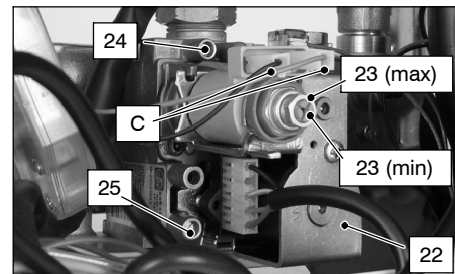

fig. 7.3
11 Collegare il filo di alimentazione "C" dell'operatore modulante fig. 7.3
13 Chiudere la presa di pressione 24 in fig. 7.3
- 4 Aprire la presa di pressione 24 in fig. 7.3 e collegare un manometro.
Dopo ogni misurazione delle pressioni gas, **richiudere bene** le prese di pressione utilizzate (25 e 24 in fig. 7.3). Dopo ogni operazione di regolazione gas **gli organi di regolazione della valvola devono essere sigillati**.
- 2 A caldaia spenta (fuori servizio), controllare la pressione di alimentazione utilizzando la presa 25 in fig. 7.3 e confrontare il valore letto con quelli riportati nella tabella **Pressioni di alimentazione gas** a pag. 10
Per tarare la pressione al bruciatore agire sul dado esagonale grande in ottone dell'operatore modulante 23 *max* in fig. 7.3 (ruotando in senso orario la pressione aumenta).
- 9 Sconnettere il filo di alimentazione "C" dell'operatore modulante 23. Fare attenzione che non vada a toccare le parti metalliche della caldaia fig. 7.3
Per tarare la pressione al bruciatore agire sulla vite in plastica (23 *min* in fig. 7.3) tenendo fermo il dado esagonale in ottone grande (23 *max* in fig. 7.3) dell'operatore modulante (ruotando in senso orario la pressione aumenta).